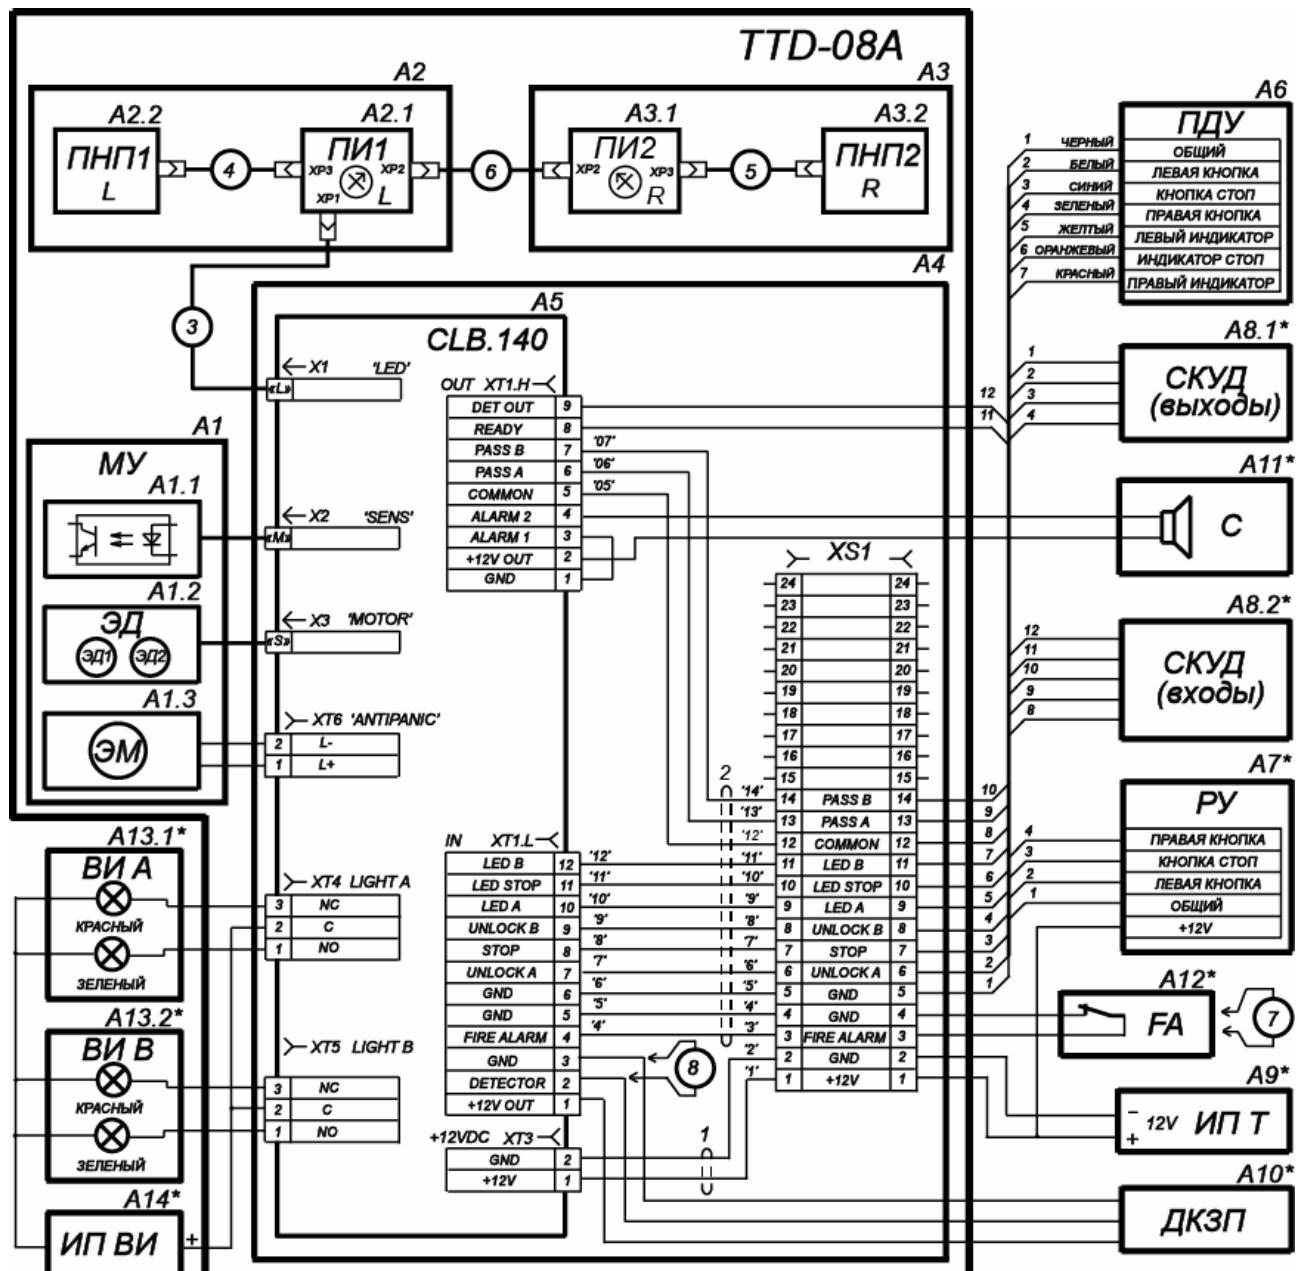

Рисунок 13. Схема соединений турникета и дополнительного оборудования¹
- Этикетка расположена внутри стойки под крышкой турникета (3). На этикетку нанесены: товарный знак и контактные данные предприятия изготовителя, наименование и серийный номер изделия, год и месяц изготовления, напряжение питания и потребляемая мощность.
- Наклейка находится на внутренней поверхности крышки (3). На наклейке изображена общая схема соединений турникета, аналогичная приведенной на рис. 13.
- 7 – кабель от платы управления к ПИ1 (кабель 3 на схеме рис. 13);
- 8 – кабель от ПИ1 к ПИ2 (кабель 6 на схеме рис. 13);
10. Подключите кабель (13) от ИП к выносной клеммной колодке XS1 (см. рис. 13).
11. Подключите кабель ПДУ (12) к выносной клеммной колодке XS1.